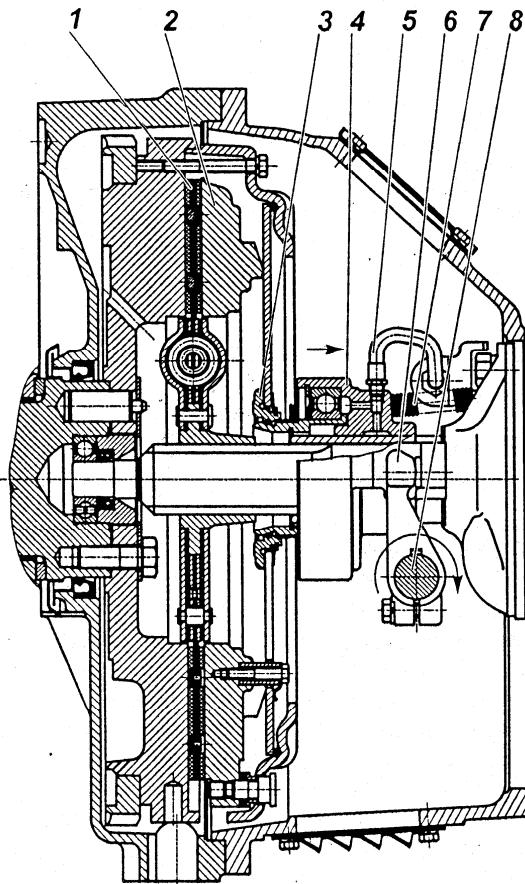
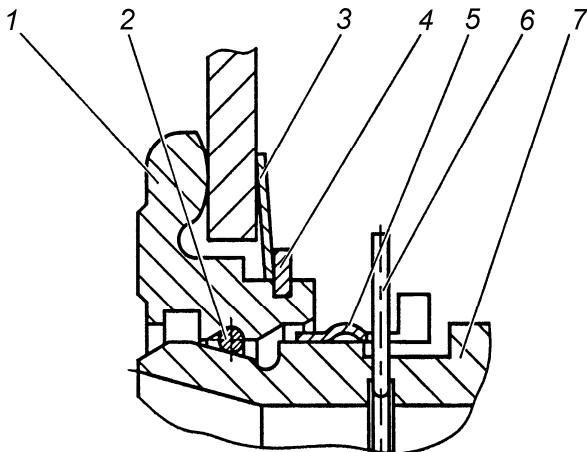

Рис. 106. Сцепление модели ЯМЗ-182:
Рис. 108. Запорное устройство:
Диафрагменное сцепление модели 182 (рис. 106) состоит из ведущих и ведомых частей, а также деталей механизма выключения сцепления, устанавливаемых в картер сцепления.
Механизм выключения сцепления состоит из муфты 4 (рис. 106) с подшипником, вилки 6 и валика 8. Муфта соединена через упорное кольцо 3 с диафрагменной пружиной с помощью запорного устройства.
Оттяжная пружина 7 (рис.106) исключает проворот и осевые перемещения втулки 7 (рис. 108) относительно упорного кольца 1 (рис. 108). По мере износа фрикционных накладок муфта выключения сцепления 4 (рис. 106) перемещается вместе с пружиной в сторону маховика, при этом конструкция привода выключения сцепления автомобиля или другого транспортного средства обеспечивает поворот вилки 6 (рис. 106) по часовой стрелке после выбора зазора между лапками вилки и муфтой за счет периодической регулировки привода или постепенный поворот за счет конструкции гидропривода.
Конструкция запорного устройства показана на рис.108. Она включает в себя упорное кольцо 1, втулку подшипника муфты 7 с фасонной канавкой, пружинное кольцо 2 круглого сечения, а также замковое кольцо 5. Упорное кольцо 1 устанавливается на диафрагменную пружину при сборке нажимного диска с кожухом и удерживается за счет пружинной шайбы 3 и стопорного кольца 4. На рисунке муфта заперта (соединена) с упорным кольцом. Внутри втулки подшипника муфты 7 установлено предохранительное кольцо 6, имеющее снаружи выступающий ус, препятствующий случайному рассоединению муфты выключения сцепления и упорного кольца 1.
Выключение сцепления обеспечивается поворотом вала по часовой стрелке. Допустимое направление перемещения муфты и поворота вала для выключения сцепления показано на рис. 106 стрелками. Перемещение муфты и поворот вала в обратном направлении не допустимо.
- 5 С помощью специальной оправки сцентрировать кольцо 3 (рис. 106) относительно оси коленчатого вала двигателя.
- 2 Убедиться что муфта выключения сцепления отведена до упора в крышку подшипника первичного вала коробки передач пружиной 7 рис. 106.
Проверка качества установки сцепления (отсутствие "ведения", контроль величины крутящего момента на валу вилки) осуществляется на неработающем двигателе. Для этого необходимо повернуть вал вилки на угол $9^{\circ}30'...11^{\circ}$ по часовой стрелке, что соответствует перемещению муфты на 11...13 мм от двигателя. При этом выходной вал коробки передач, при включенной передаче, должен вращаться при приложении крутящего момента не более 5 Н·м (0,5 кгс·м). Поворот вала вилки выключения сцепления по часовой стрелке показан на рис. 106.
- 4 Совместить полукруглый паз на муфте выключения сцепления в передней ее части с выступающим усом предохранительного кольца 6 (рис. 108) и, утопив его каким-либо предметом, удерживать в утопленном положении через центральное отверстие муфты выключения сцепления.